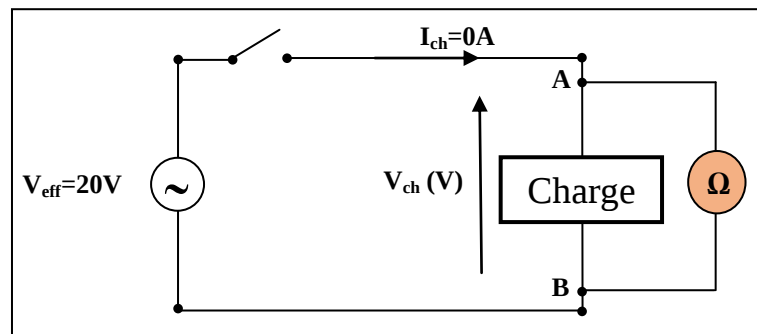

Figure.5. Ohmmètre branché en parallèle aux bornes d'une résistance.
- ✚ Réaliser le montage de la figure 5 et brancher l'ohmmètre,